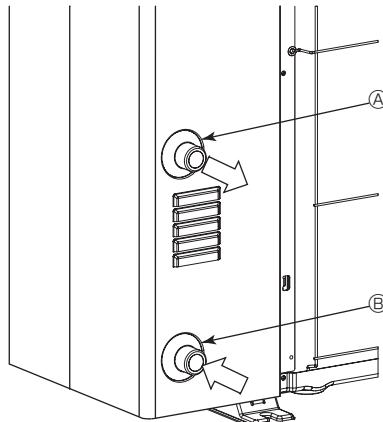

Fig. 5-1
5.1. Соединение водопроводных труб (Fig. 5-1)
- Положение входных и выходных труб показано на рисунке Fig. 5-1.
- [Fig. 5-1]